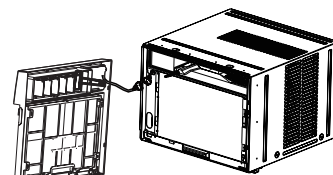

Figure 4
- Débranchez la fiche de connexion du panneau d'affichage de l'unité et placez le panneau avant sur le côté (voir Figure 4).